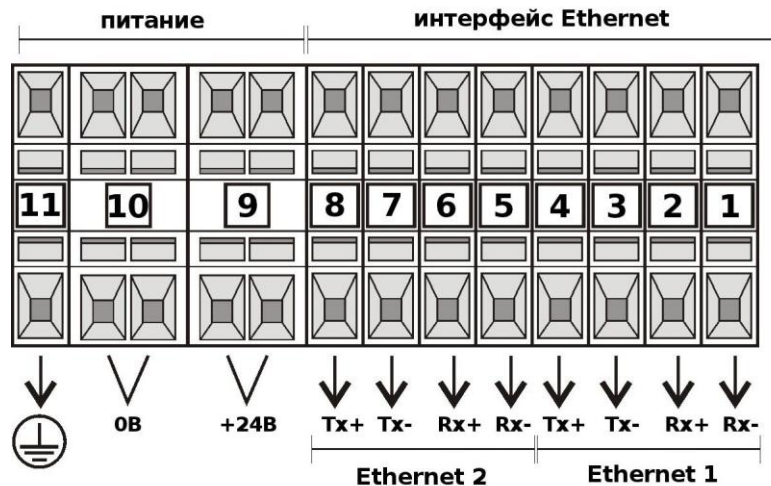

Рисунок 3 – Расположение и назначение клемм модификации ИП 329/330-1-1-Х2ХХ
5.2 Подключение модификации ИП 329/330-1-1-Х2ХХ (рисунок 3).